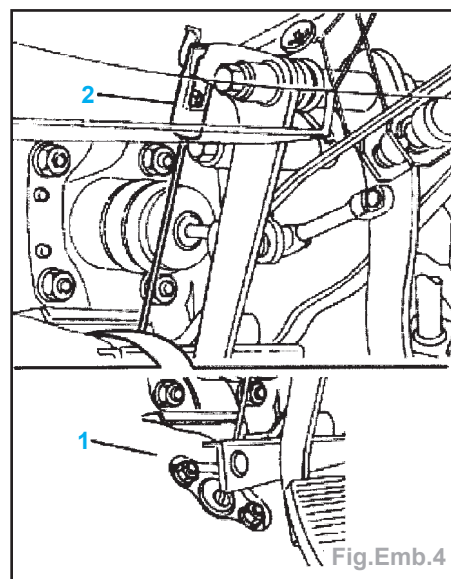
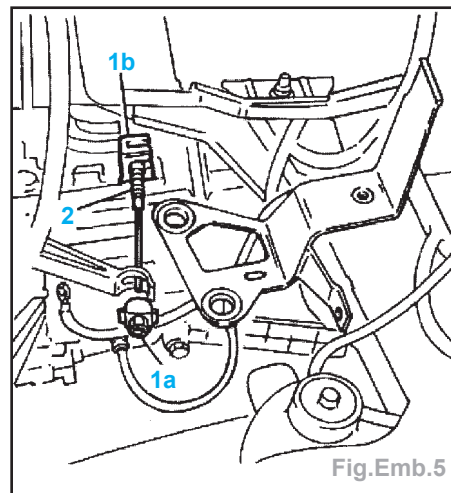

Fig.Emb.4
Fig.Emb.5
- Ecarter partiellement le revêtement de plancher (1) (Fig.Emb.4).
- Dégager le câble (2) de la pédale d'embrayage.
- l'écrou (1a) (Fig.Emb.5).
- Débrancher le câble (2) en le dégageant de l'emboîtement (1b) sur la boîte de vitesses.